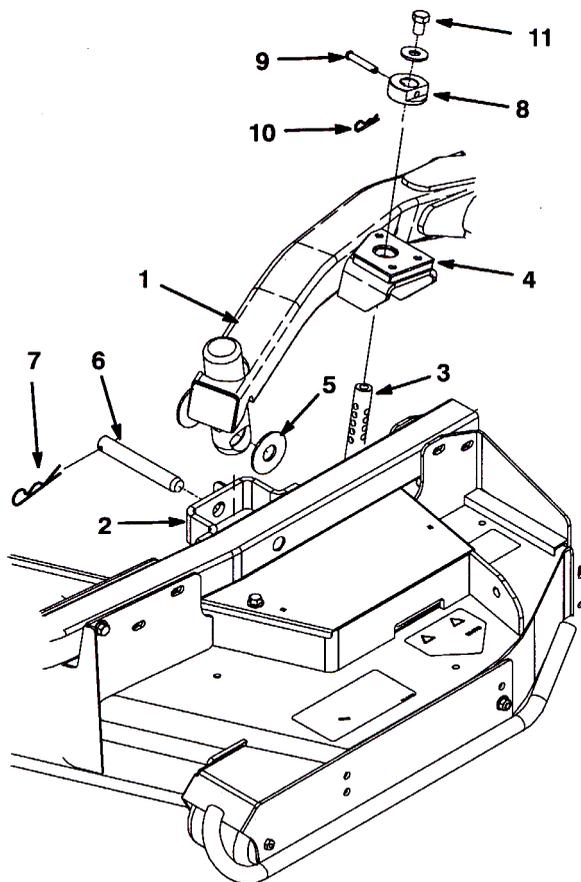

図18
3. 昇降レバーをフロート位置とする。昇降アームを押し下げて、昇降アームについている穴とキャスト・アーム・ブラケットについている穴を整列させ、昇降アームのパッドに刈高ロッドを挿入できるようにする (図18)。
4. スラスト・ワッシャ2枚、クレビス・ピン、ヘアピン・コッターを使って、昇降アームをキャスト・アームに固定する。スラスト・ワッシャは昇降アームとキャスト・アーム・ブラケットの間に入れる (図18)。コッター・ピンを、キャスト・アーム・タブのスロットに差し込んで固定する。
8. 刈高ロッドに刈高カラーを取り付け、クレビス・ピンとヘアピン・コッターで固定する (図18)。クレビス・ピンの頭をデッキの前に向けておく。
9. 各刈高ロッドの上部に 1/2 x 3/4" キャップスクリューとワッシャを取り付ける (図18)。